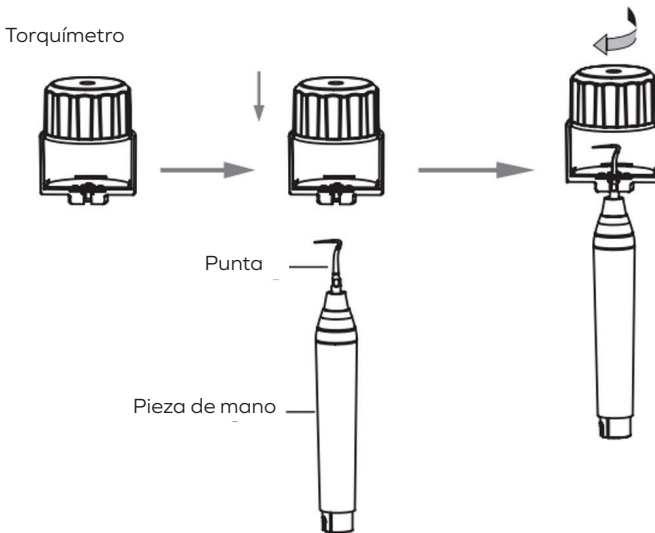

Fig. 4
2. Inserte la punta en el torquímetro, colóquela encima de la rosca de la pieza de mano y gírela hacia la derecha (Fig. 4).